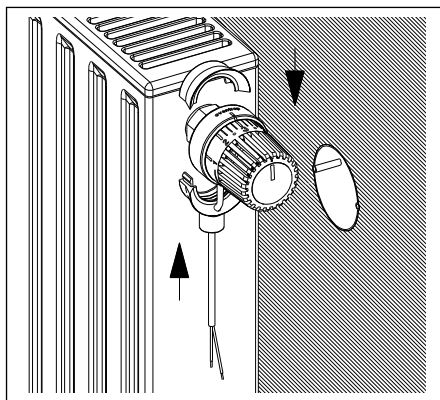

Bild 1
3. Das Anschlusskabel in die 5 mm Bohrung der unteren Abdeckschale (mit Steckanschluss) einführen und soweit durchziehen, bis die Abdeckschale am Thermostat anliegt (Bild 1).
4. Die obere Abdeckschale auf die untere Abdeckschale stecken und einrasten (Bild 1).
3. Voer de aansluitkabel in de 5 mm boring van de onderste afdekschaal (met steekaansluiting) in en trek deze zo ver door totdat de afdekschaal tegen de thermostaat ligt (Afb. 1)
4. Plaats de bovenste afdekschaal op de onderste afdekschaal en laat deze ingrijpen. (Afb. 1).